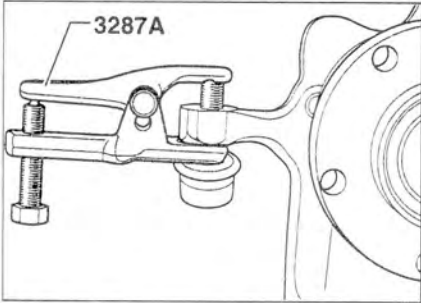

Рис. 6.8. Выпрессуйте наконечник поперечной тяги из поворотного кулака с помощью съемника 3287 А.
7. Выпрессуйте наконечник поперечной тяги из поворотного кулака с помощью съемника 3287 А (рис. 6.8).